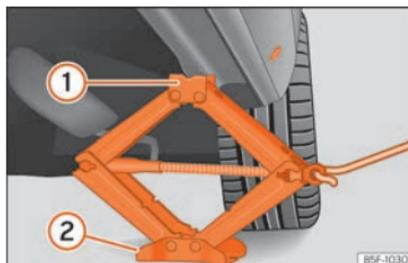

Fig. 39 Longarina: colocação do macaco do veículo.
- Rode a manivela do macaco*, colocado por baixo do ponto de apoio da longarina, para levantá-lo até que o ressalto ① » » » Fig. 39 se encontre por baixo da zona que lhe corresponde.
- Alinhe o macaco* de forma que o ressalto ① «fique encaixado» na zona da longarina que lhe corresponde e que a placa base móvel ② fique apoiada no chão. A placa base ② deve ficar colocada na vertical, relativamente ao ponto de apoio ①.